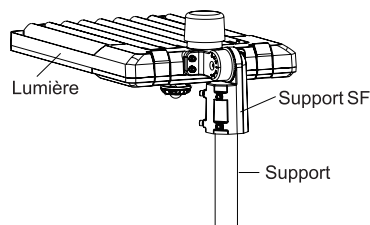

Figure 10
Étape 2 : Placer le support sur le poteau et serrer les quatre fixations. (Fig. 10)